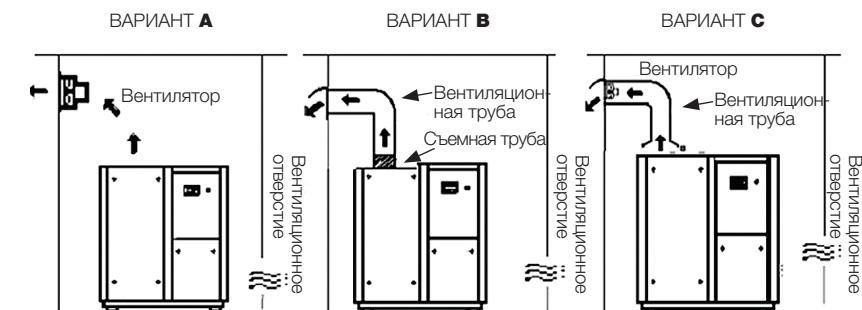

Рис. 4.3
- Вариант А:** Когда вентиляционная труба не используется для вентиляции, пожалуйста, обратитесь к параметрам вентиляции (1), указанным в таблице 4.5 для рекомендуемого объема внешней вентиляции для вентилятора, и, пожалуйста, установите вентилятор как можно выше.
- Вариант В:** При использовании вентиляционной трубы, и если вентилятор не установлен, тогда необходимо вычислить потерю давления объема вентиляции воздушного компрессора в вентиляционной трубе. Если потеря давления менее 20 Па, вентилятор устанавливать не нужно. Пожалуйста, установите съемную вентиляционную трубу прямо на вентиляционное отверстие воздушного компрессора (Рекомендованная конструкция системы вентиляции показана на Рис. 4.3 – вариант А и вариант С).
- Вариант С:** Если потеря давления внутри вентиляционной трубы превышает 20 Па, тогда необходимо установить вентилятор; при этом расстояние между вентиляционной трубой и вентиляционным отверстием воздушного компрессора находится в диапазоне между 200~300 мм. Рекомендуемый объем вентиляции (1) указан в таблице 4.5. Вентилятор необходимо выбирать на основании объема вентиляции. Также необходимо принимать во внимание потерю давления и увеличение температуры нагнетаемого воздуха.